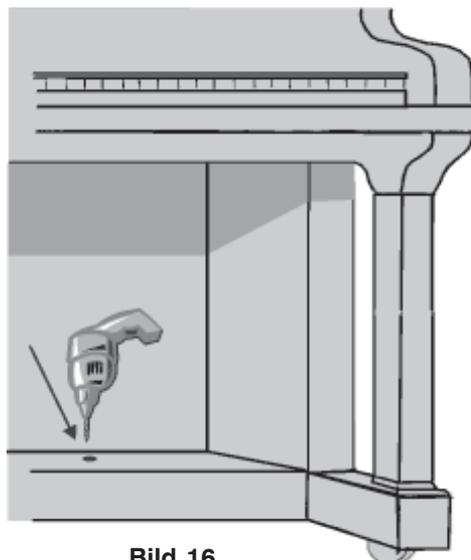

Bild 16
*Vielleicht bevorzugen Sie eine andere Art, das Kabel aus dem Klavier zu führen. Wenn es Ihnen nichts ausmacht, ein Loch in das Bodenbrett zu bohren, können Sie das Kabel dort herausführen. **(Bild 16)** Sorgen Sie für eine Zugentlastung, indem Sie das Kabel an einer geeigneten Stelle mit einem Knoten versehen und diesen mit einer Schelle befestigen.*